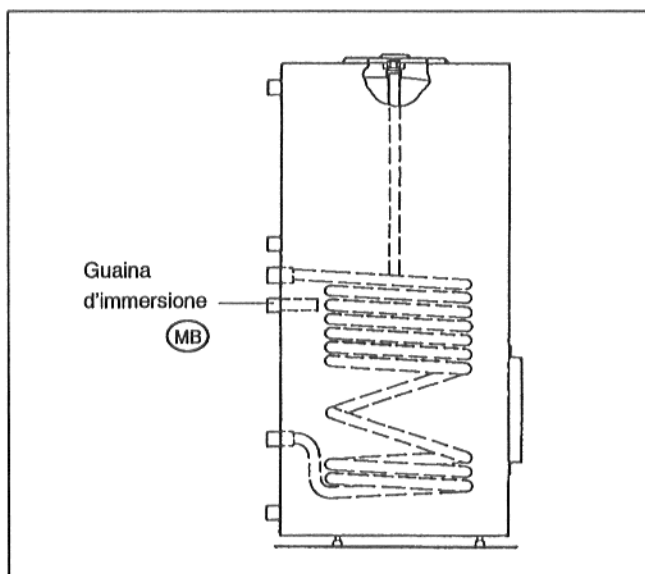

Fig. 8 Illustrazione schematica
- Montare le sonde nella guaina d'immersione (MB) sul retro dell'accumulatore (Fig. 8).